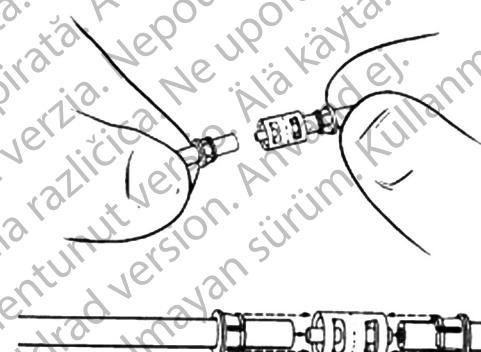

Figura 4-33. Inserte el tubo en el conector
4. Inserte el extremo del tubo en el conector. (**Figura 4-33**)
5. Inserte el otro extremo del tubo en el conector. (**Figura 4-33**)